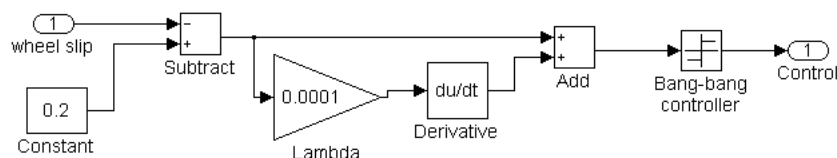

Рисунок 17 — Подсистема «Control Subsystem» управления АБС
На основании формул (32), (33) и (34) создадим подсистему «Control Subsystem» управления АБС (рисунок 17). Величину s^* примем равной 0,2, а λ равной 0,0001.